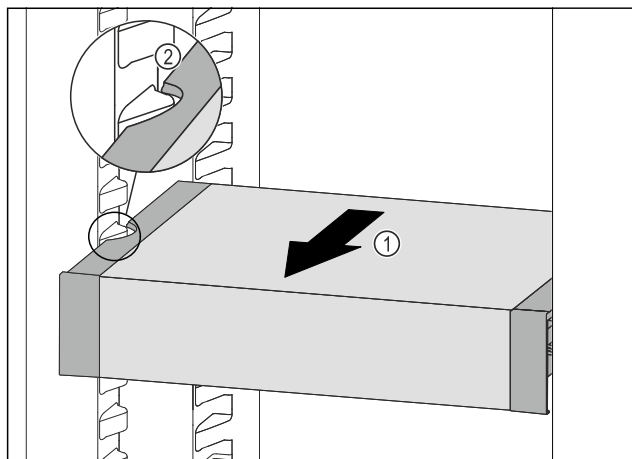

Fig. 216
- VarioSafe nach vorne ziehen Fig. 216 (1), bis sich die seitlichen Aussparungen des VarioSafes auf Höhe der Behälterrippe im Kühlteil befinden. Fig. 216 (2)